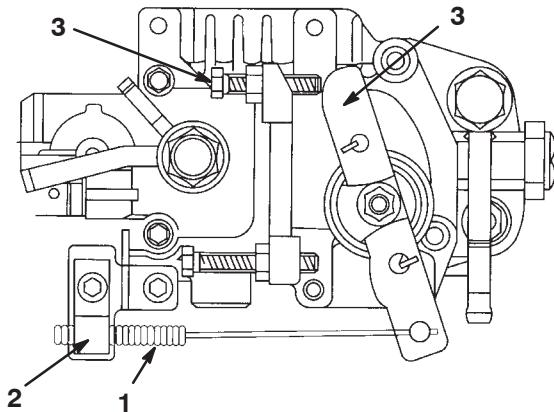

Bild 49
1. Stellen Sie den Gasbedienungshebel auf Langsam (Bild 49).
2. Lösen Sie die Schraube der Kabelklemme, mit der dieser am Motor befestigt ist (Bild 49).
3. Schieben Sie den Bowdenzug, bis der Fahrantriebshebel die Leerlaufschraube berührt (Bild 49).
2. Lösen Sie die Sicherungsmutter an der Leerlaufschraube (Bild 49).